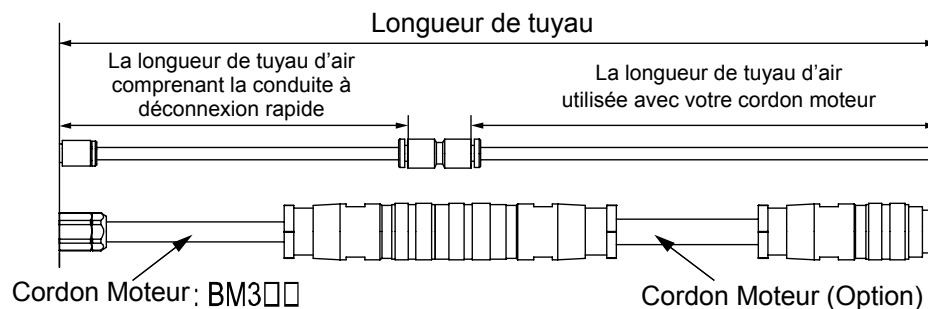

Fig. 29
(1) Un axe moteur est connecté au boîtier de contrôle.	Pression d'air (MPa)	0.2		0.25			0.3
(2) Deux axes moteur sont connectés au boîtier de contrôle.		0.4		0.5					Pas permis. *Nota 2
*Note 1: La "Longueur de tuyau" indique la longueur totale de tuyau comprenant la conduite à déconnexion rapide et le tuyau du cordon moteur. Cf. Fig. 29 pour savoir comment calculer la "longueur de tuyau".